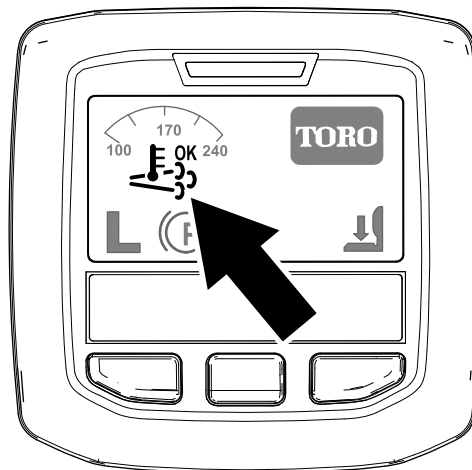

Figura 33
- Aparece el icono de regeneración de asistencia/restablecimiento en el InfoCenter (Figura 33).